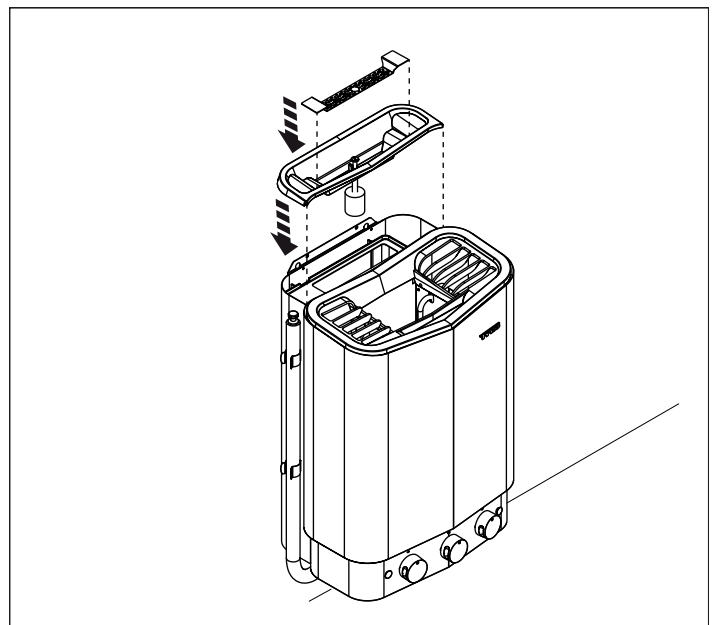

Рис. 14: Установка крышки для резервуара для воды и решетки для трав
12. Установите крышку для резервуара для воды и решетки для трав (см. рис. 14). Не повредите поплавков.